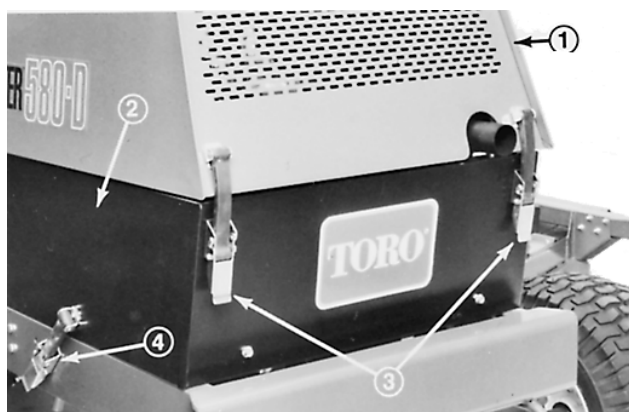

Figure 1
1. Déverrouiller le capot et le panneau latéral gauche du compartiment moteur (Fig. 1). Soulever et caler le capot en position ouverte, puis déposer le panneau latéral gauche. S'assurer que la béquille du capot est bien engagée dans l'un des supports de montage sur le capot.
2. Déverrouiller et soulever le capot, puis le caler avec la béquille (Fig. 1). S'assurer que la béquille est bien engagée dans l'un des supports de montage sur le capot.